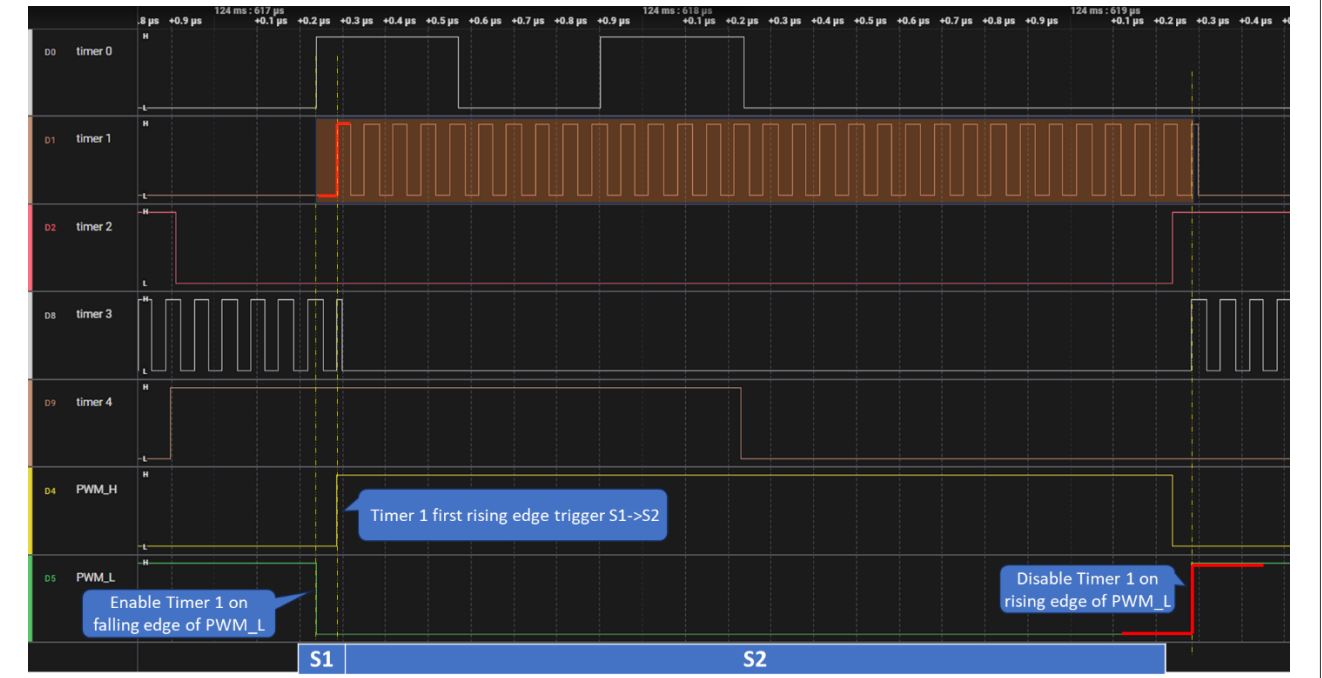

图8. 定时器1和状态触发转换
2. 图8显示了定时器1的波形和状态触发转换。在PWM_L的下降沿启用定时器1，在上升沿禁用定时器1。定时器1的第一个上升沿触发从状态1到状态2的转换。后续上升沿不会产生影响。